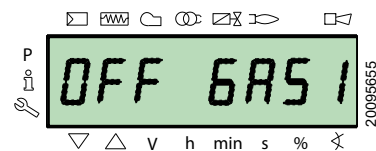

Рис. 41
- для газу **OFF GAS1** (Рис. 41)